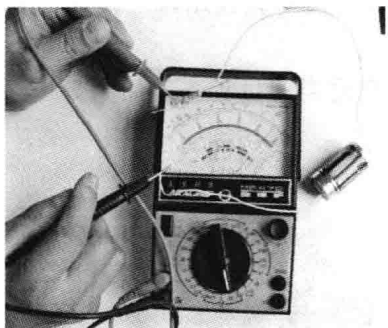

图 3-28 测量电流
(4) 将万用表串联在被测电路中, 注意电流的方向、正确接法, 电流从+到—的方向即电流从红表笔流入, 从黑表笔流出, 如图 3-28 所示。